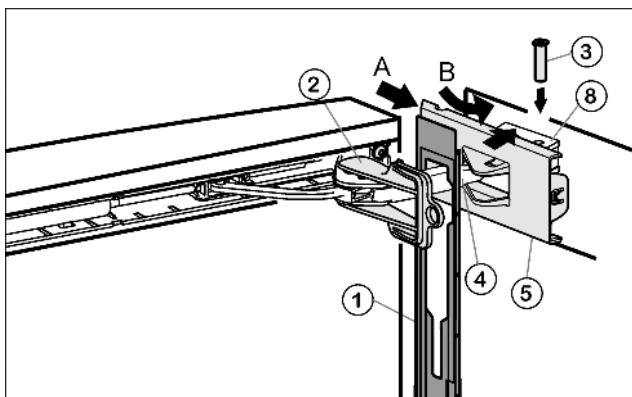

Fig. 18
- ▶ Навесьте накладку Fig. 18 (1) на амортизационную скобу Fig. 18 (4) таким образом, чтобы передние защелки показывали во внутрь, а передняя сторона была направлена к устройству.
- ▶ Отодвиньте (А) крышку Fig. 18 (5) снаружи и поверните (В) через опорную деталь Fig. 18 (8).
- ▶ Установите крышку Fig. 18 (5) и защелкните ее до первого фиксатора.
- ▶ Притяните амортизационную скобу Fig. 18 (4) к опорной детали и сверху вставьте палец Fig. 18 (3) таким образом, чтобы квадратная головка сидела в углублении.
- ▶ Теперь полностью защелкните крышку Fig. 18 (5) на опорной детали Fig. 18 (8).
- ▶ Выкрутите фиксатор Fig. 18 (2).
- ▶ Защелкните накладку Fig. 18 (1) на дверце.